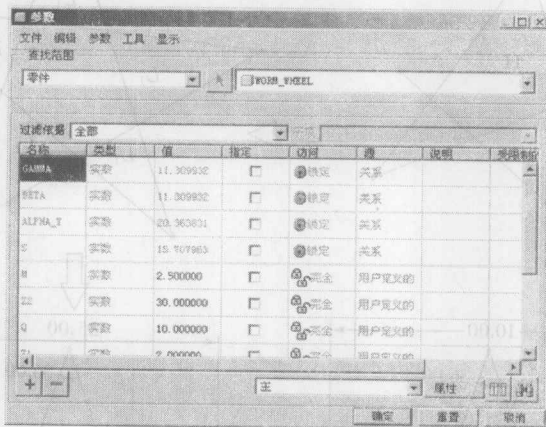

图 1-1
(1) 参数化设计 Pro/E 创建的模型特征以尺寸作为设计依据, 如果修改某特征的尺寸值, 不但影响本特征的形状而且还会直接影响模型中的其他相关特征的形状, 从而更新整个零件, 保持零件的完整性。如图 1-1、图 1-2、图 1-3 所示。